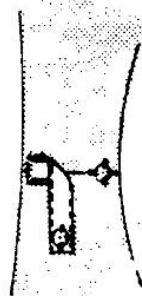

Рис. 328
8. Пристегните к ним концы штрипок с другой половинкой кнопки (рис. 328).